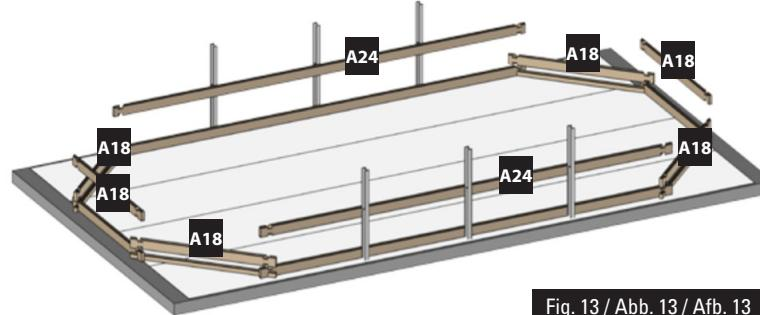

Fig. 13 / Abb. 13 / Afb. 13
**EN** **2nd LAYER OF BOARDS:** • Install the second layer of boards as shown in figure 13. • There is a wooden wedge in the structure packet to correctly assemble the boards. • Never directly hit against the boards. You would damage the pegs and would weaken the structure. Do not hit them with anything metallic. This would inevitably damage the wood. • Try to correctly assemble the boards right from the start. There should not be any space between each layer of boards to avoid maladjustment of the higher boards.
**FR** **2ÈME RANGÉE DE MADRIERS :** • Positionnez les madriers de la deuxième rangée conformément à la figure 13. • De manière à emboîter correctement les madriers, une cale en bois est à votre disposition dans le colis de structure. • Ne pas taper directement sur les madriers. Cela abîmerait les languettes et nuirait à la solidité de la structure. • Ne pas frapper avec une pièce métallique. Cela détériorerait le madrier irrémédiablement. • Veillez à emboîter bien à fond les madriers dès le départ. Il ne doit pas y avoir d'espace entre chaque rangée pour éviter un décalage au niveau des madriers supérieurs.
**DE** **2. BRETTERREIHE:** • Platzieren Sie die Bretter der zweiten Reihe laut Abb. 13. • Um die Bretter richtig anbringen zu können, finden Sie einen Holzkeil im Paket des Tragwerks. • Nicht direkt auf die Bretter klopfen. Das würde die Zapfen und die Festigkeit des Tragwerks beschädigen. • Nicht mit einem Metallteil darauf klopfen. Es würde das Holz unabänderlich beschädigen. • Versuchen Sie, die Bretter von Anfang an tiefgehend ineinander zu fügen. Zwischen den Reihen darf kein Platz sein, um eine Fehlanpassung der oberen Bretter zu vermeiden.
**NL** **2e RIJ PLANKEN:** • Plaats de planken van de tweede rij zoals aangegeven op afbeelding 13. • Om de planken correct te assembleren, zit er een houten wig in het pakket van het frame. • Sla niet direct op de planken. Daardoor gaan het profiel kapot en wordt de stevigheid van het frame ondermijnd. • Sla er niet direct op met metaal. Hierdoor raakt het hout onherstelbaar beschadigd. • Zorg ervoor dat de planken vanaf het begin stevig op elkaar aansluiten. Er mag geen ruimte tussen de rijen overblijven, om te voorkomen dat de bovenste houtdelen onregelmatig uitkomen.